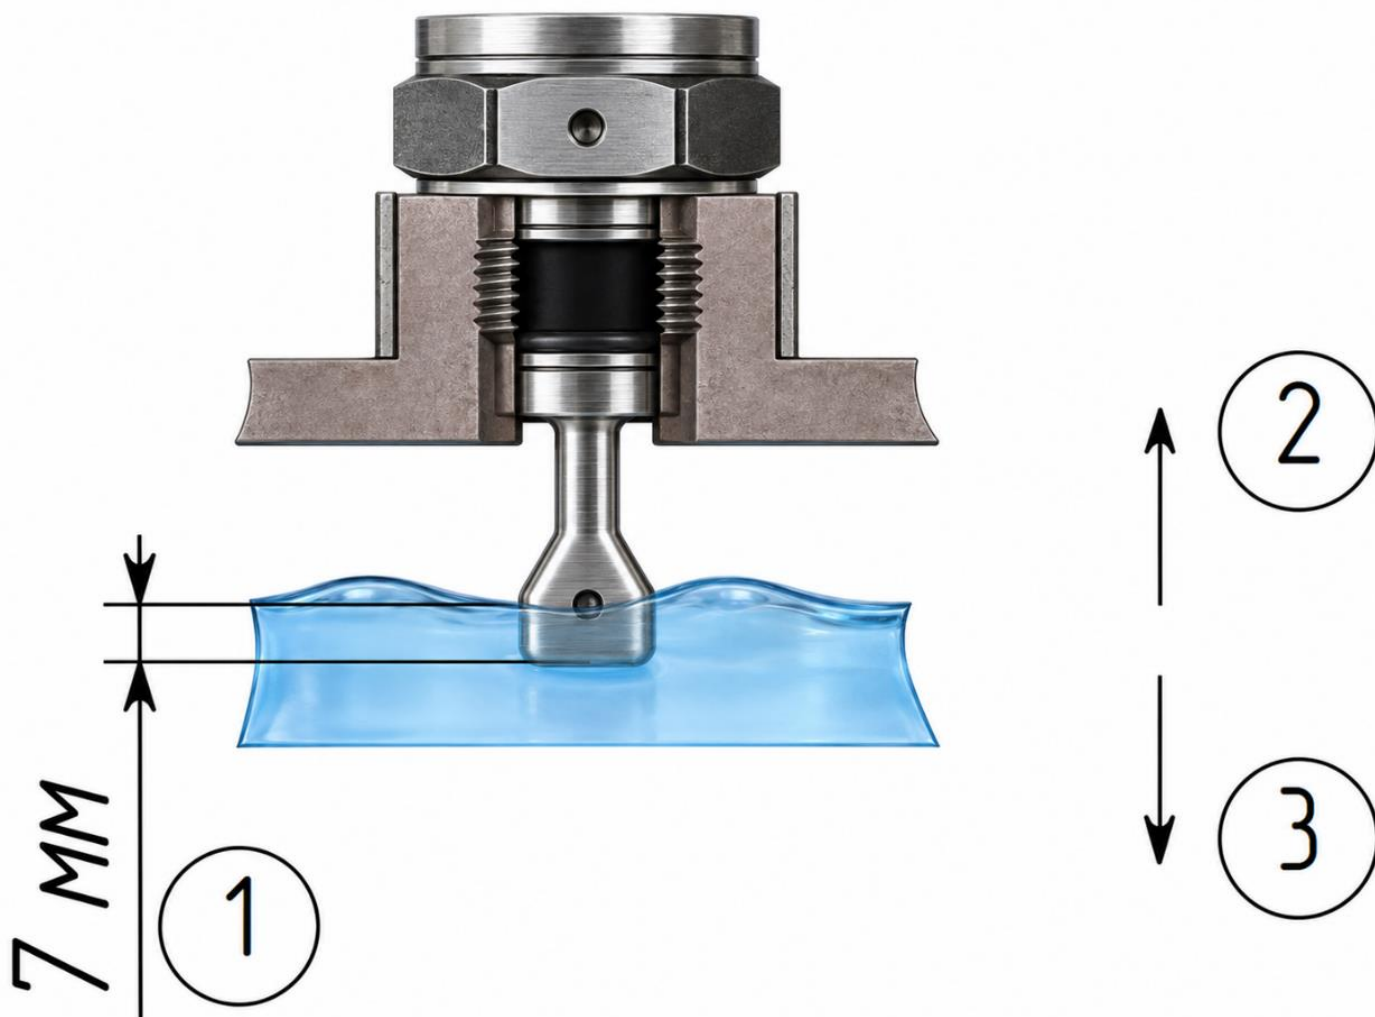

Рисунок 51 – Вертикальный монтаж
При вертикальном монтаже сигнализаторов точка срабатывания находится примерно на расстоянии 7 мм (1) от края вилки чувствительного элемента. При уменьшении плотности измеряемой среды это расстояние увеличивается (2). При увеличении плотности измеряемой среды это расстояние уменьшается (3) (рисунок 51). Расстояние до точки срабатывания зависит от плотности измеряемой среды при вертикальном монтаже сигнализатора (таблица 11).